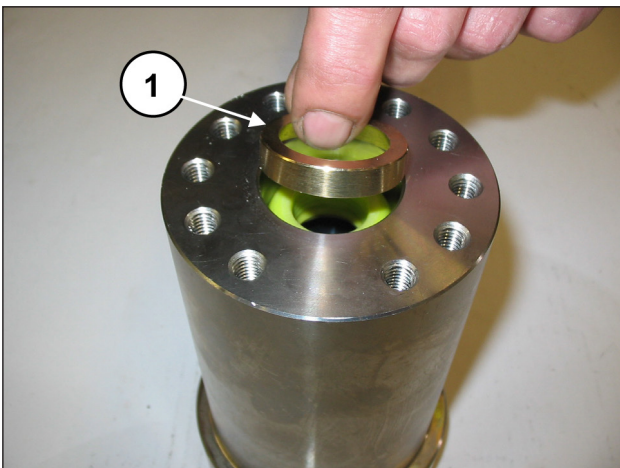
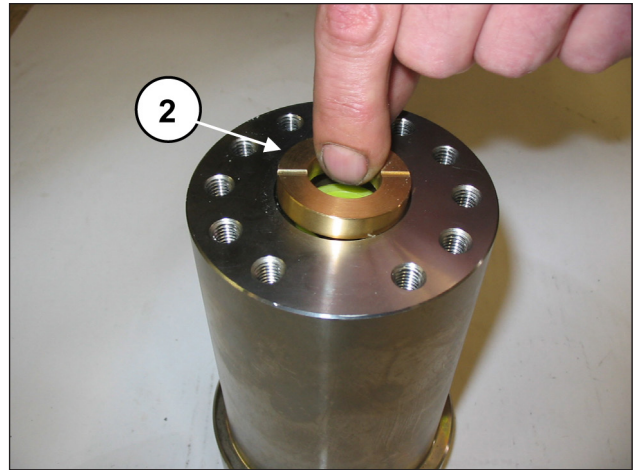
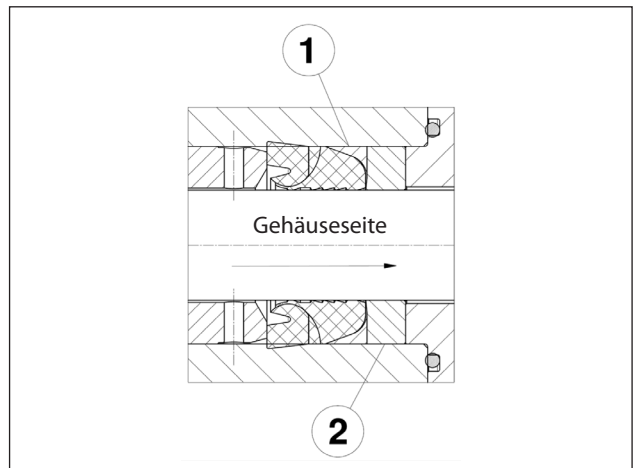

Abb. 136
Abb. 137
Abb. 138
Setzen Sie den Stützring und die Dichtungshülse ein (Pos. ① und ②, Abb. 136, Abb. 137 und Abb. 138).
Führen Sie die Dichtungshülse ② mit den zwei nach außen gerichteten Aussparungen (zur Gehäuseseite) gemäß Abb. 137 ein.